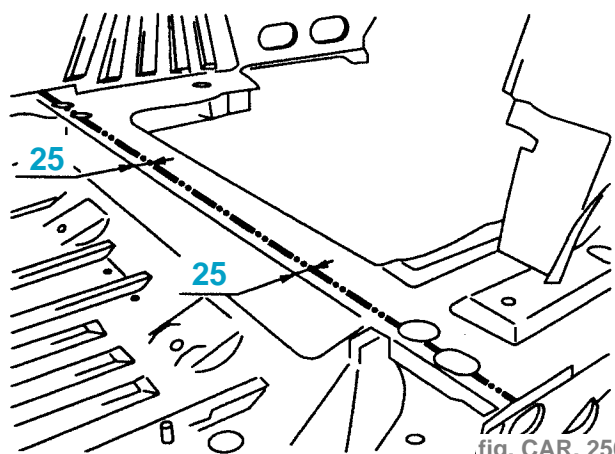

fig. CAR. 250
- Tracer, puis découper à l'aide d'une meule épaisseur **1 mm**. (coupe définitive) (fig. CAR. 250).